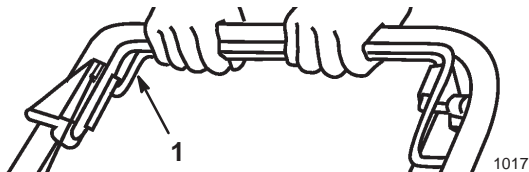

Figure 15
1. Pour actionner la commande d'autotraction, serrez la barre de commande contre le mancheron et maintenez-la dans cette position (Fig. 15).